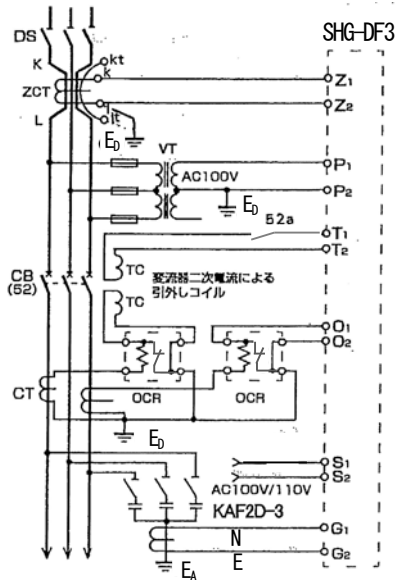
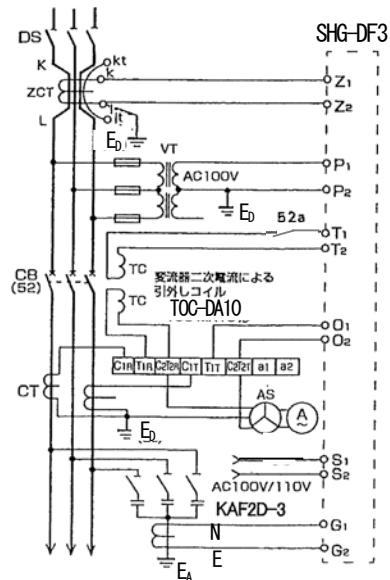

図4 電流引外し
図5 電流引外し(泰和 TOC-DA10組合せ例)
- 図4、図5のS1, S2端子のAC100/110Vは、CBの負荷側から取って下さい。ヤむを得ず、CBの電源側から取る場合は、CBの補助接点を直列に接続下さい。